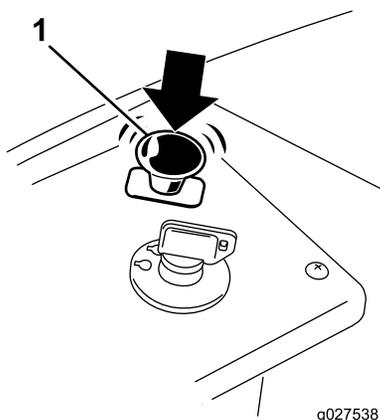

Figura 12
1. Desengrane las cuchillas moviendo el mando de control de las cuchillas a la posición de DESENGRANADO (Figura 12)